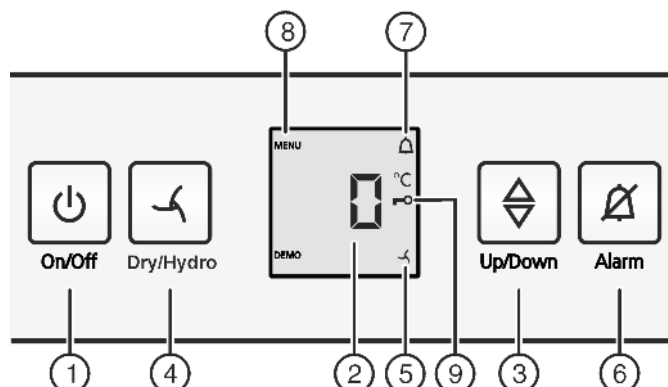

Fig. 2
- ▶ Pritisnite tipko On/Off Fig. 2 (1).
- ▶ Aktiviranje režima za nastavljanje: Približno 6 sekund držite pritisnjeno tipko Dry/Hydro Fig. 2 (4).
- ▷ Simbol Meni Fig. 2 (8) sveti.
- ▶ Da potrdite, na kratko pritisnite tipko Dry/Hydro Fig. 2 (4). Ko se na indikaciji izpiše **c!**:
- ▶ Če želite vklopiti otroško varovalo, na kratko pritisnite tipko Dry/Hydro Fig. 2 (4).
- ▷ Simbol Otroško varovalo *Fig. 2 (9)* sveti. Na indikaciji utripa **c**.
- ▶ Če želite izklopiti otroško varovalo, na kratko pritisnite tipko Dry/Hydro *Fig. 2 (4)*.
- ▷ Simbol Otroško varovalo *Fig. 2 (9)* ugasne. Na indikaciji utripa **c**.
- ▶ Deaktiviranje nastavitvenega načina: Pritisnite tipko On/Off *Fig. 2 (1)*.
- ▶ Pritisnite tipko Alarm *Fig. 2 (6)*.